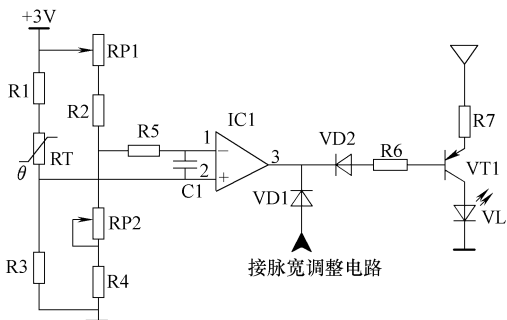

图 10-3 温控电路
该电磁炉有 3 种温度，即保温温度 80°C 左右、烧煮温度 160°C 左右和油炸温度 240°C 左右。该机温控电路由电位器 RP1、RP2、R1、R2、R3、R4、R5、R6、R7、IC1、RT、C1、VD1、VD2 等元件组成，相关电路如图 10-3 所示。图中，RP2 为温度下限可变电阻，该可变电阻在出厂时已调整好并漆封，不可乱动；RP1 为温度调节电位器，通过调节该电位器来改变 IC1 的同相输入端①脚的参考电压，用来设定不同温度点的参考电压，而不同参数电压对应不同的设定温度。电阻 R1、R2、热敏电阻 RT 组成分压电路，通过 RT 的变化来反应温度变化的量，并将变化的电压送到 IC1 的②脚。当 IC1 ①脚电位高于反相输入端②脚电位时，③脚输出高电平，VT1 截止，VL 不亮，电路处于加热工作状态。随着炉内温度的升高，热敏电阻阻值减少，当 IC1 ②脚反相输入端高于同相输入端①脚时，③脚输出低电平，VT1 导通，VL 点亮，电磁炉进入保温状态，整机停止加热。